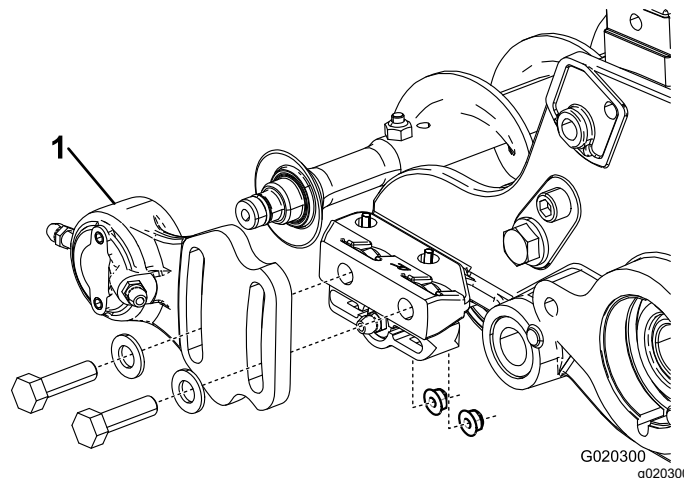
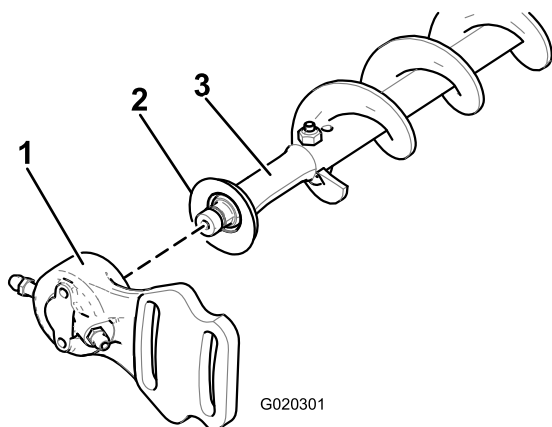

Figura 18
Figura 19
1. Se estiver instalada uma escova do rolo na unidade de corte, remova os dois parafusos, anilhas e porcas que prendem a caixa de rolamentos do lado oposto à transmissão ao suporte de montagem da caixa de rolamentos (Figura 18) e (Figura 19).
2. Deslize a caixa de rolamentos do lado oposto à transmissão e vedante de eliminação de sedimentos do veio da escova (Figura 19).
9. Instale o vedante de eliminação de sedimentos e a caixa de rolamentos do lado oposto da transmissão no veio da escova (Figura 19).